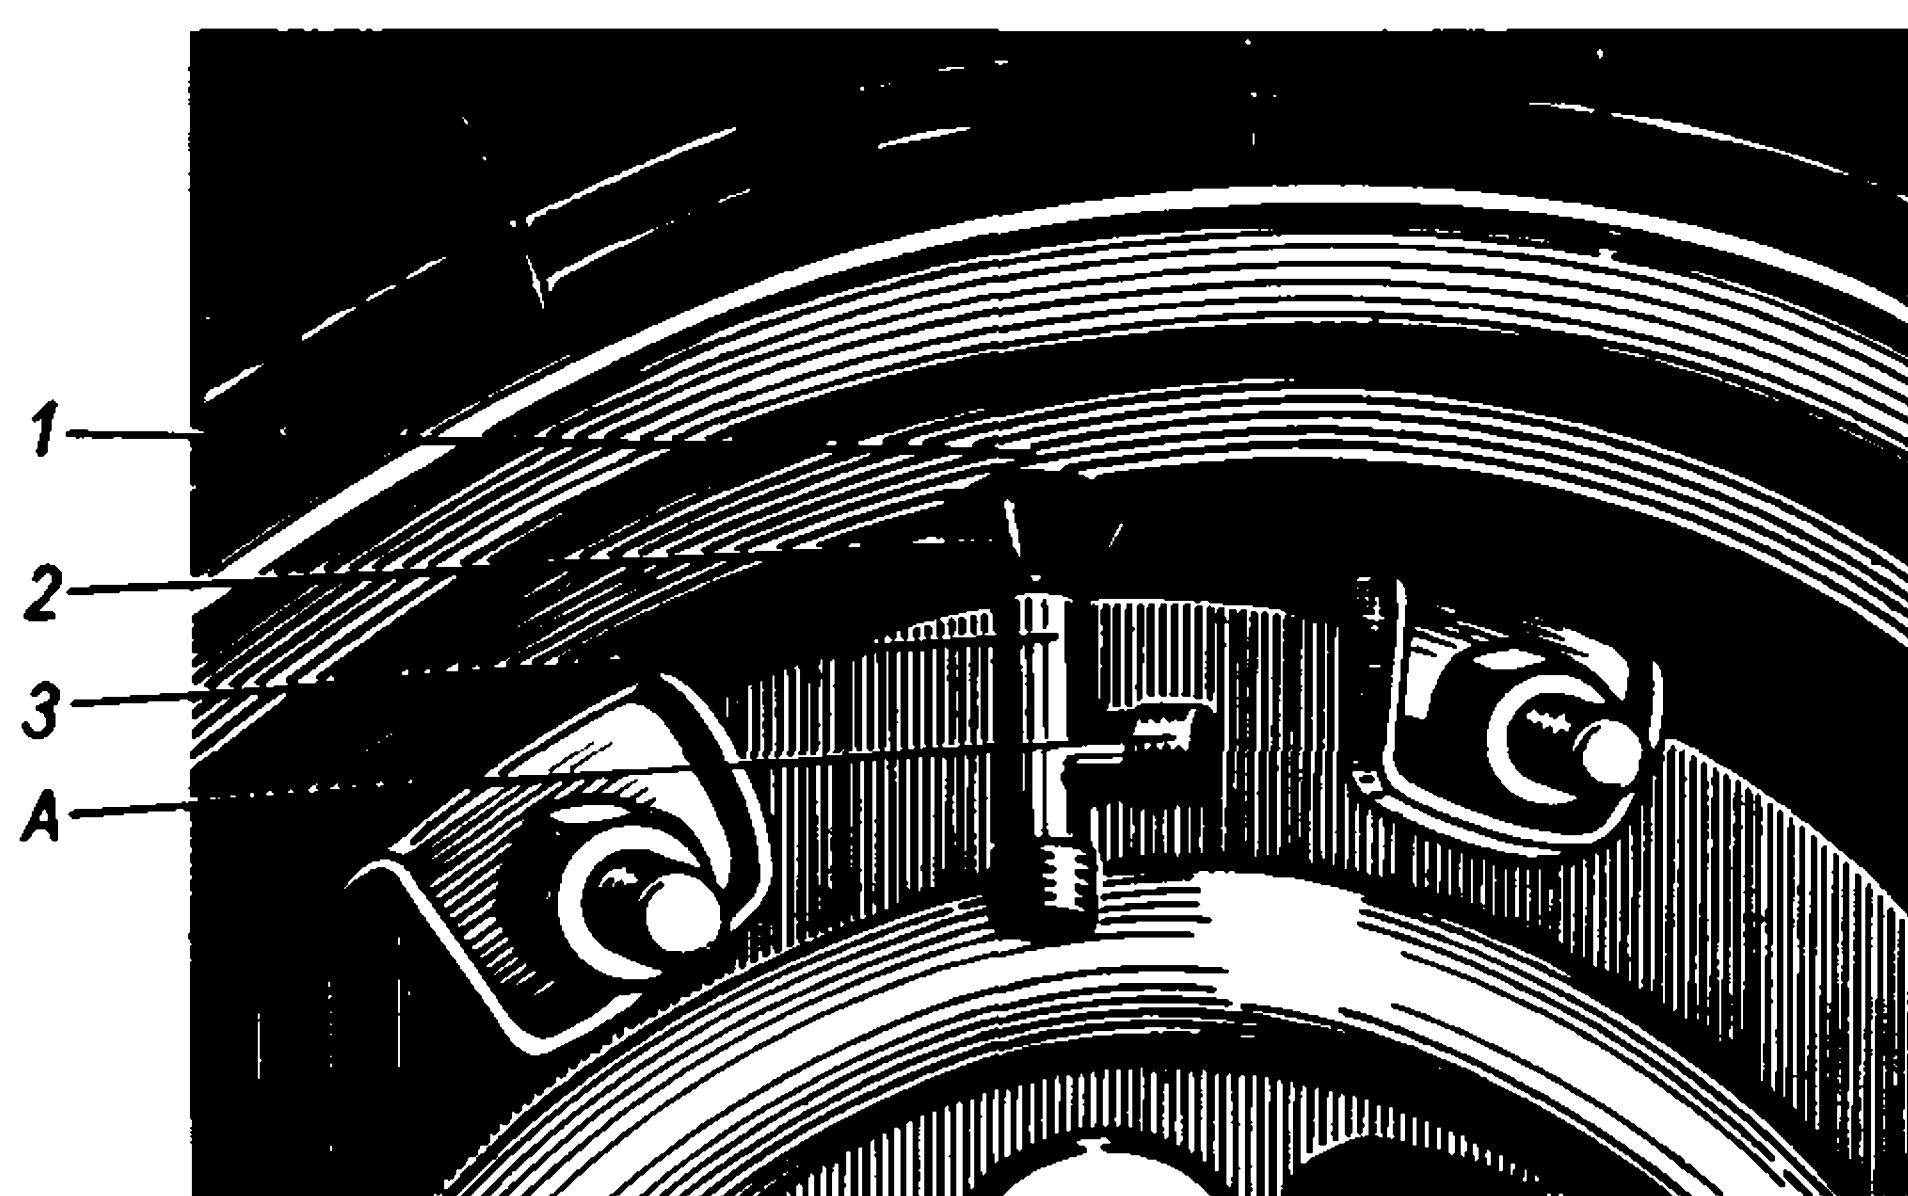

Рис. 105. Установка приспособления для заполнения
- а) установите вентиль в крайнее верхнее положение (рис. 105);